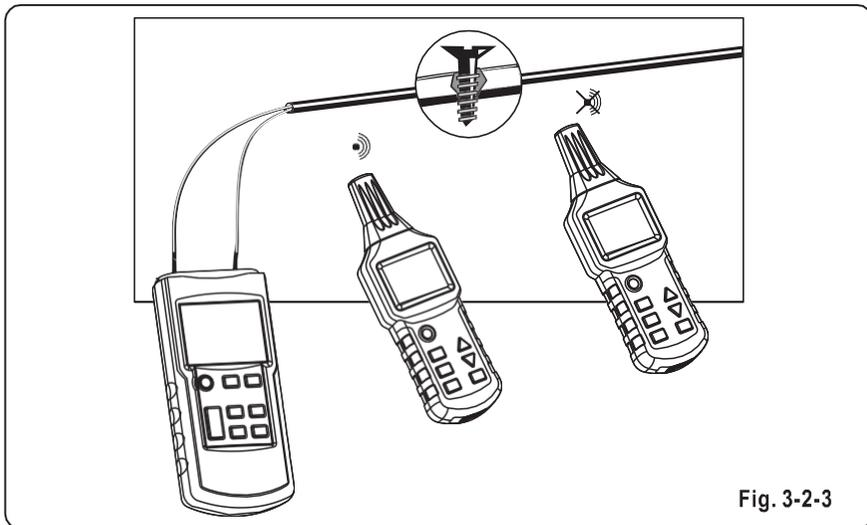

Fig. 3-2-3
- Collegare il trasmettitore secondo Fig.3-2-3;